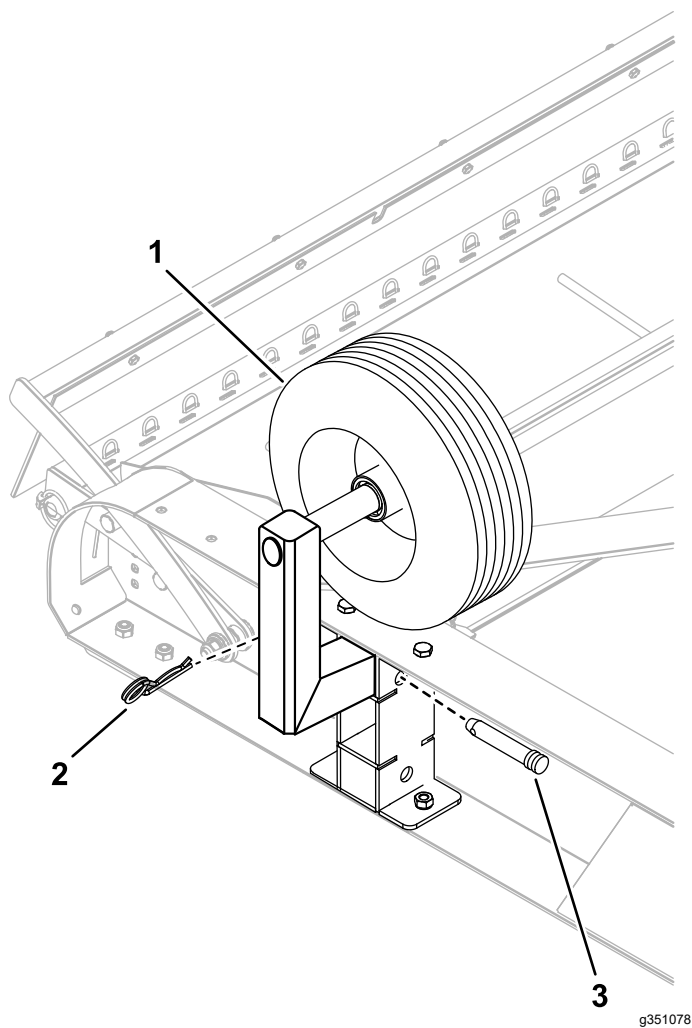

Figura 13
2. Retire las dos ruedas, cambie su orientación, instálelas en el orificio superior y sujételas usando los 2 pasadores y las 2 chavetas (Figura 13).